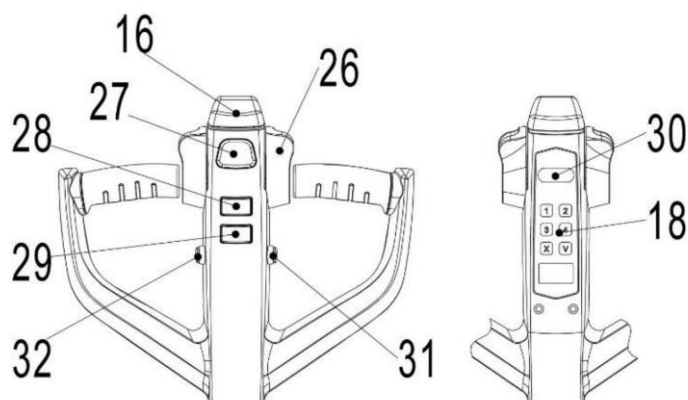
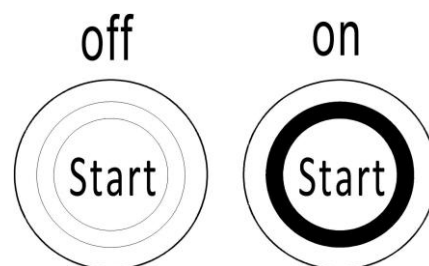
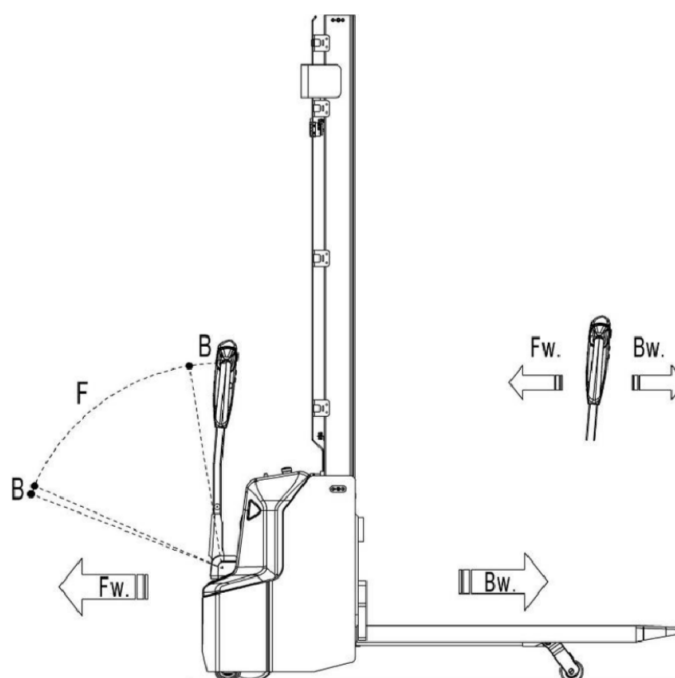

Рис.7: Ручка управления
Рис.8: Кнопка запуска
Рис.11: Направления движения
на PSE12BD: необходимо проверить, что аварийная кнопка (рис.1, поз. 20) отжата, при необходимости аккуратно потяните ее вверх. Затем введите пароль на ПИН-панели и нажмите кнопку «√». Нажмите на кнопку звукового сигнала (рис. 7, поз. 27) для проверки работы предупреждающего сигнала.
на PSE12ND: необходимо проверить, что аварийная кнопка (рис.1, поз. 20) отжата, при необходимости аккуратно потяните ее вверх. Затем нажмите кнопку запуска (рис. 8), на ней загорится зеленый свет. Введите пароль на ПИН-панели и нажмите кнопку «√». Для активации также может быть использована карта доступа RFID. Нажмите на кнопку звукового сигнала (рис. 7, поз. 27) для проверки работы предупреждающего сигнала.
PSE06NCB: для выключения штабелера сначала нажмите кнопку запуска (рис. 8), на ней погаснет зеленый свет, а затем нажмите аварийную кнопку (рис. 1, поз. 20).
Для осуществления подъема груза необходимо полностью подъехать под паллет с грузом, нажать и удерживать кнопку подъема (рис. 7, поз. 28), пока не будет достигнута нужная высота подъема.
При нажатии кнопки подъема вилок (рис. 7, поз. 31), грузовые и опорные вилы поднимаются вместе, максимальная высота подъема составляет 120 мм, максимальная грузоподъемность - 1200 кг.
Когда вилы подняты на высоту 120 мм, нажмите кнопку подъема грузовых вилок (рис. 7, поз. 28), груз может быть поднят для штабелирования, максимальная высота подъема - 1800 мм (если оборудование предполагается использовать как тележку для поддонов и штабелер одновременно).
Если вилы штабелера находятся в стеллажном пространстве, необходимо осторожно отъехать от стеллажа с паллетом или без паллета. Во время движения необходимо удостовериться, что вилы не задевают стеллаж. Для спуска нажмите и удерживайте кнопку снижения (рис. 7, поз. 29).
После того, как проведен запуск штабелера через ПИН-панель, и аварийная кнопка поднята, переведите ручку управления в рабочее положение («F», рис.11).
Отклоните маховики управления в нужном направлении «вперед» («Fw», рис. 11) или «назад» («Bw», рис. 11).
Контролируйте скорость передвижения с помощью маховиков (рис. 7, поз. 26) для достижения требуемой скорости.
На штабелере имеется кнопка замедленного ("черепашьего") хода для передвижения с пониженной скоростью. Нажмите кнопку замедленного хода (рис. 7, поз. 30) один раз, чтобы включить режим, поверните акселератор для движения на медленной скорости, и нажмите кнопку замедленного хода повторно, чтобы восстановить исходное состояние.
Нажмите кнопку замедленного хода (рис. 7, поз. 30) и удерживайте ее в течение 2 секунд, чтобы активировать функцию движения с ручкой управления, расположенной в вертикальном положении, при работе в ограниченном пространстве. Функция активна только при нажатой кнопке замедленного хода (для снижения скорости); отпускание кнопки замедленного хода приведет к немедленной остановке. Задействование маховиков управления в течение промежутка времени менее двух секунд после нажатия кнопки замедленного хода не приведет к активации функции, цикл активации необходимо повторить с самого начала. Маховики управления должны оставаться в нейтральном положении до истечения двух секунд.
- Переключение маховиков управления (рис. 7, поз. 26) обратно в начальное положение или освобождение маховиков активирует систему торможения. Штабелер тормозит до полной остановки.
- При переключении маховиков управления (рис. 7, поз. 26) из положения «движение в одном направлении» в положение «движение в противоположном направлении», штабелер постепенно тормозит, пока не начнет движение в противоположном направлении.
- Штабелер тормозит, если ручку управления перевести в верхнее или нижнее положение к точкам торможения («В», рис. 11). При отпускании рукоятки управления автоматически возвращается в верхнее положение к точке торможения («В», рис. 11). Штабелер будет тормозить, пока не остановится.
- Кнопка противоотката (безопасности) (рис. 7, поз. 16) защищает оператора от получения повреждений и травм. Если эта кнопка включена, штабелер притормаживает и/или начинает движение в противоположном направлении («Вw», рис. 11) на небольшое расстояние и останавливается. Необходимо помнить, что эта кнопка действует, даже если штабелер не едет, но ручка управления находится в рабочем положении.